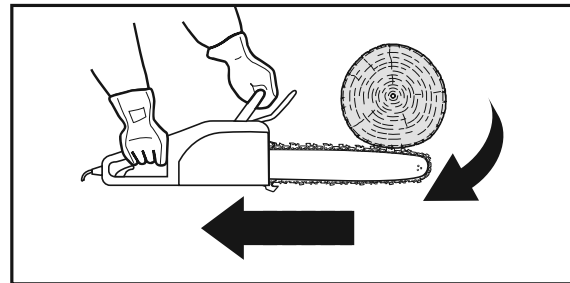

Fig. 24
2. El pinzamiento de la cadena (12) en la parte superior de la espada (13) puede empujar rápidamente la espada hacia atrás, en dirección al operario (Fig. 24).